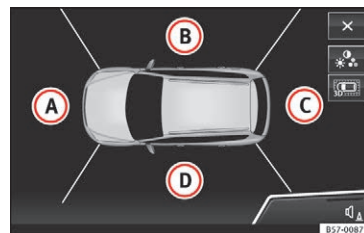
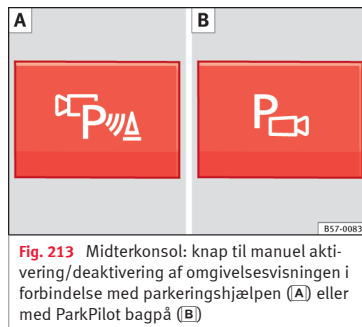

Fig. 212 Omgivelsesvisning: fugleperspektiv
Fig. 213 Midterkonsol: knap til manuel aktivering/deaktivering af omgivellesvisningen i forbindelse med parkeringshjælpen (A) eller med ParkPilot bagpå (B)
Forklaring til Fig. 212:
Kombinationen af alle kamerabilleder giver fugleperspektivet  » **Fig. 212**. Du kan vælge fugleperspektivet ved at trykke på *bilen* inden for området.
Du kan vælge den pågældende visning ved at trykke på de forskellige områder » **Fig. 212** (A) til (D) i fugleperspektivet eller det reducerede fugleperspektiv.
Manuel aktivering af visning:	Tryk en gang på knappen  » Fig. 213. På infotainmentsystemets skærm bliver fugleperspektivet vist » Fig. 212. Hvis du trykker på knappen , når hastigheden er over 15 km/h (9 mph), bliver der ikke vist noget billede.
Manuel deaktivering af visning:	Tryk på knappen "På igen" » Fig. 213. ELLER: Tryk på en knap på det fabriksmonterede infotainmentsystem, fx knappen (RADIO) . ELLER: Tryk på funktionsknappen (X) .